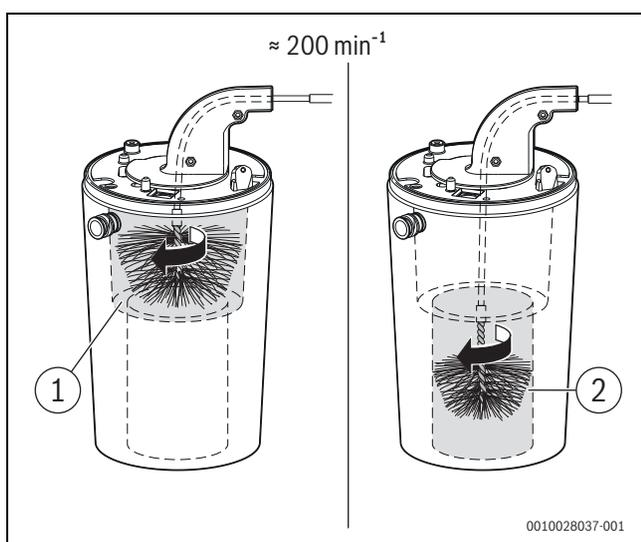

Fig. 117 Nettoyage du corps de chauffe (env. 200 tr/min, rotation à droite uniquement)
- ▶ Répéter le processus avec la petite brosse pour la zone inférieure (→ fig. 117, [2]).